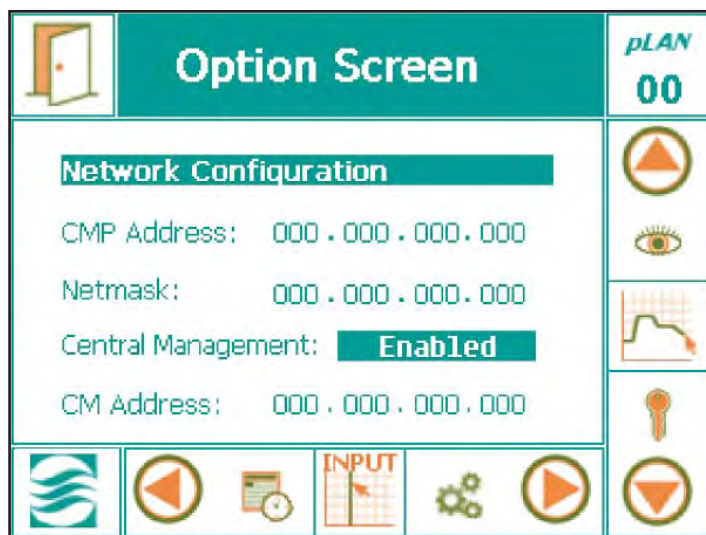

Abbildung 2.4: Netzwerkkonfiguration
1. Berühren Sie im Status-Bildschirm die 'ID'-Schaltfläche  um auf die Netzwerkkonfiguration zuzugreifen, siehe Abbildung 2.4: CMP6050 Netzwerkkonfiguration.
Wenn "Gesperrt [Disabled]" angezeigt wird, wählen Sie den Text "Disabled" aus, rollen mit der Pfeiltaste "aufwärts [Up]" und ändern "Gesperrt [Disabled]" zu "Freigegeben [Enabled]", dann drücken Sie auf "Eingabe [Enter]", um die Einstellung zu speichern. (Abbildung 2.4: Kontrolltasten)